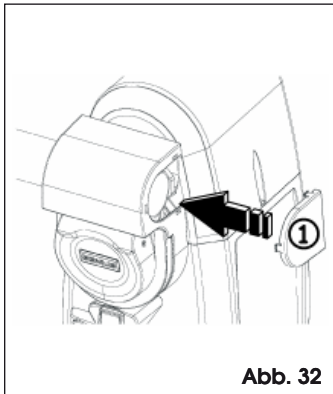

Abb. 32
- Den hinteren Verschluss der Entriegelungsabdeckung aufsetzen, Abb. 32 Bez. ①.